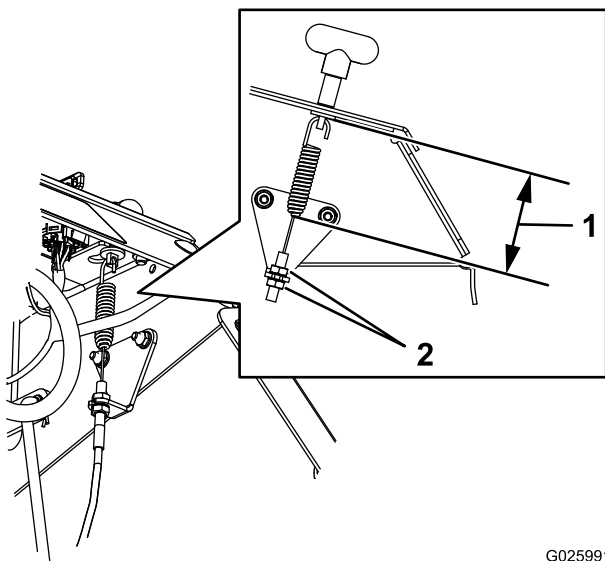

Figura 52
4. Afloje la contratuerca del cable del freno debajo de la consola (Figura 52).
5. Ponga el freno de estacionamiento (Figura 52).
6. Ajuste la posición de la contratuerca hasta obtener un espacio de 7.9 cm (3-1/8 pulgadas) desde la parte inferior del acoplamiento hasta el extremo inferior del muelle (Figura 52).
7. Apriete las contratuercas para ajustar el cable (Figura 52).